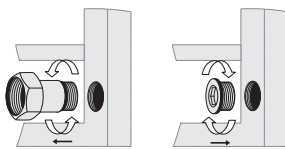

Рис. 4
4.6. Дополнительная комплектация предусматривает подключение изделия с помощью различных вариантов модулей EU50 (рис. 4, 5 и см. п. 7)